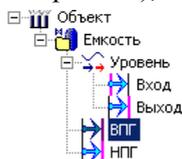

Рис. 1.5 Дерево объектов
6. Установка связи между переменной OPC-сервера Уровень и Входом элемента Уровень – Перетащите переменную (сверху) на Вход элемента Уровень (внизу). На Входе должна появиться розовая вертикальная черта, рис. 1.5. Выделите объект Емкость и по правой кнопке выполните: Вставить – Команду. На вкладке Общие задайте имя: ВПГ (верхняя пороговая граница), Тип: Аналоговый.